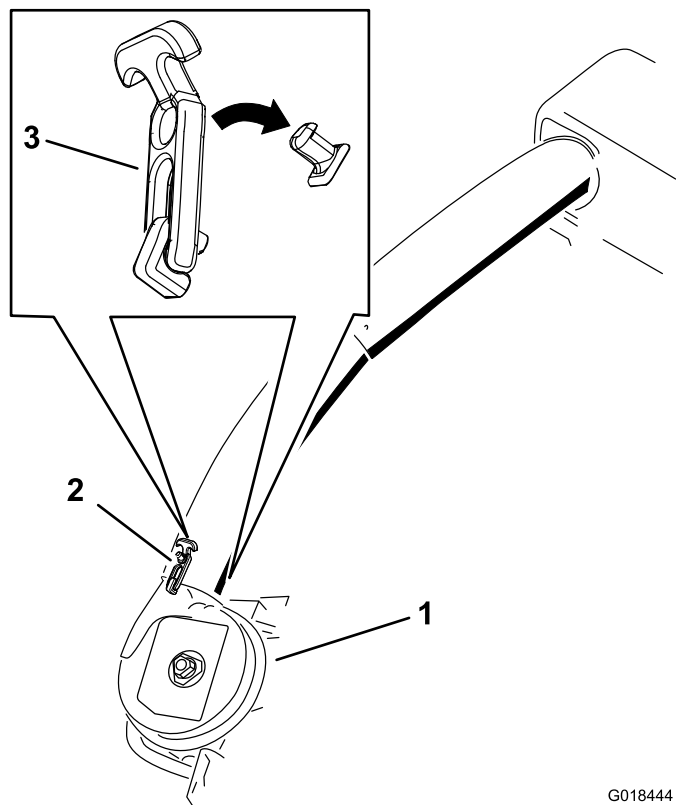

Figura 29
6. Utilize ambos os trincos para instalar o tubo inferior no conjunto do soprador (Figura 29).
21. Utilize ambos os trincos para instalar o tubo inferior no conjunto do soprador (Figura 29).